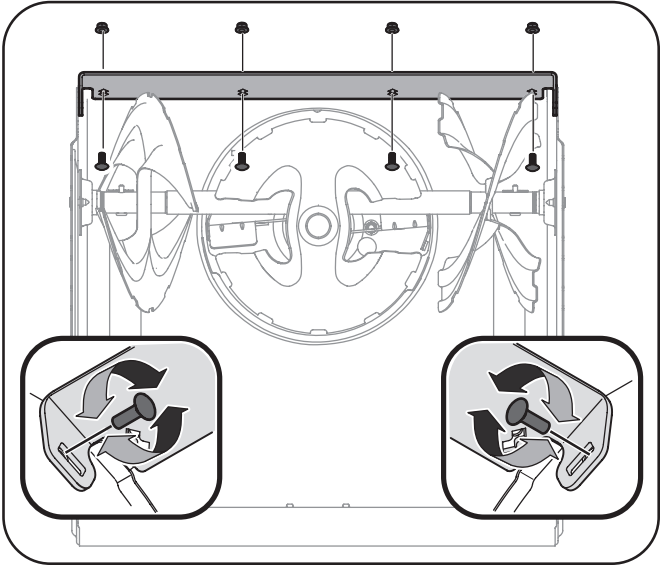

Figure 6-3
4. Faites glisser la lame de raclage vers le bas à la deuxième position. Insérez et serrez bien les boulons. Voir la Figure 6-2 and Fig. 6-3.
4. Faites glisser la lame de raclage vers le bas à la deuxième position. Serrez bien les boulons. Voir la Figure 6-2 and Fig. 6-3.